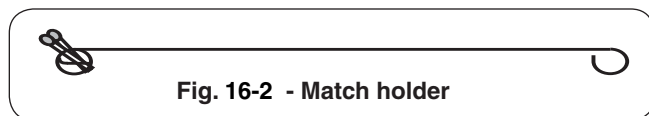

Fig. 16-2 - Match holder
2. Insérez un allumeur brûlant de butane de long-baril, une allumette brûlante de long-tige, ou une allumette brûlante tenue par un support de prolongation de fil (Fig.16-2) par les grilles à cuire au brûleur. (Fig.16-3). Pour des backburners, tenez la flamme contre le matériel perforé du backburner. Pour des sideburners, tenez la flamme contre le brûleur.